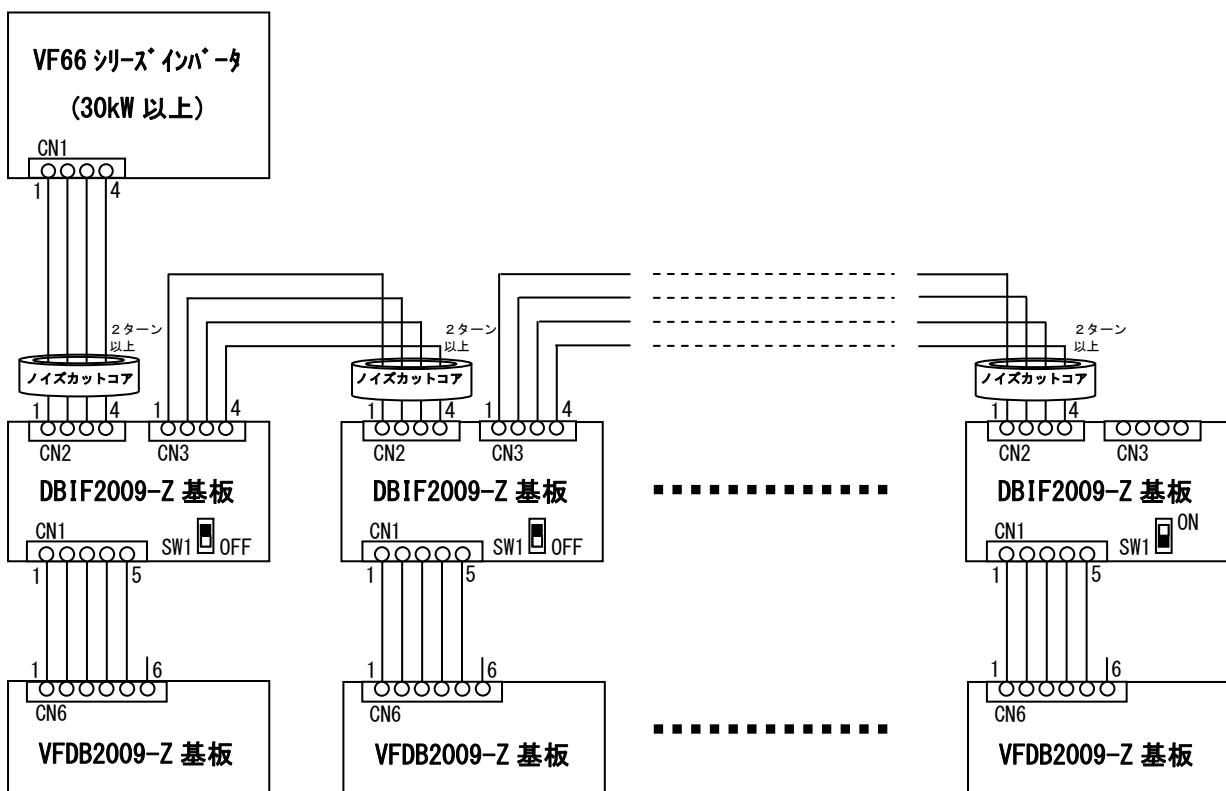
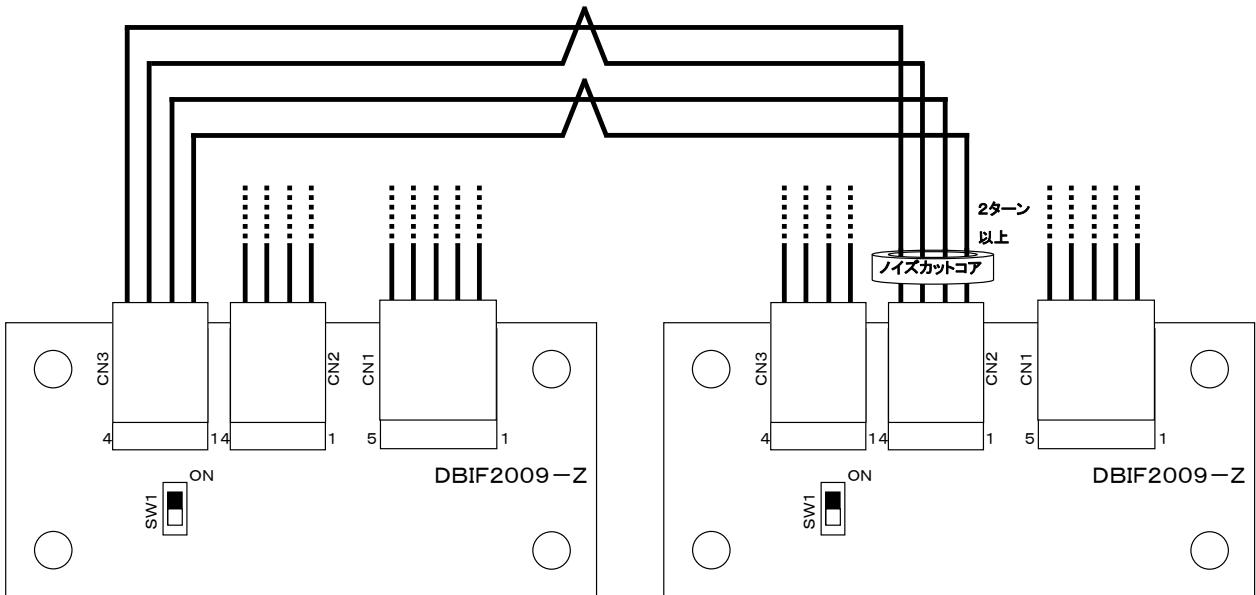
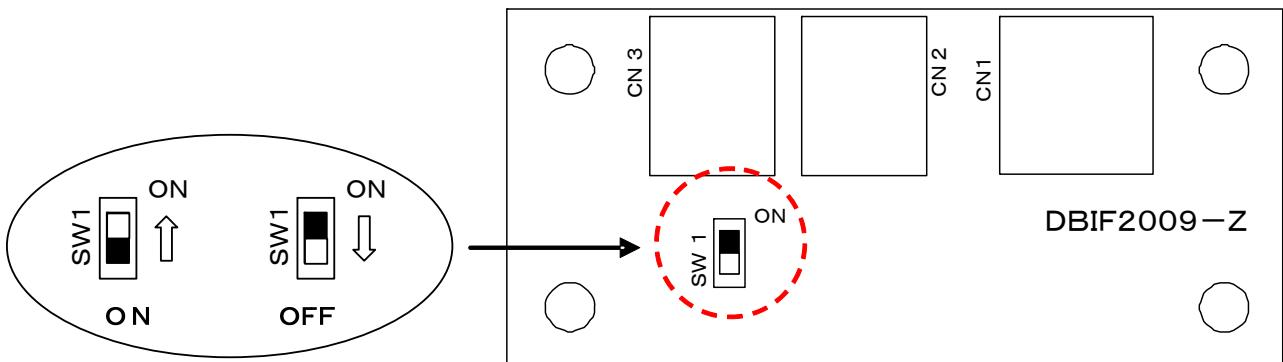

図7-5 DBユニット並列使用時（最大並列数6台）の接続と終端抵抗スイッチ設定
図7-11 DBIF2009-Z基板とDBIF2009-Z基板との接続
図7-12 DBIF2009-Z基板の終端抵抗の切り換え
- ⑦ 上記⑥で作製したケーブルを、DBIF2009-Z基板のCN2、CN3のどちらか空いているコネクタと接続します。複数台のDBユニットと並列接続する場合は、図7-5、図7-11を参照にケーブルの接続を行ってください。
- ⑧ DBIF2009-Z基板上にある終端抵抗スイッチSW1を切り替えます。スイッチをON側に動かせばスイッチONとなり、反対側に動かせばスイッチOFFとなります。詳しくは図7-5、図7-12をご参照ください。